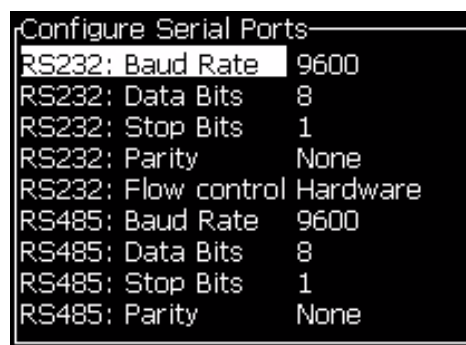

Figura 4-20: Caixa de diálogo Configurar portas seriais
- 2 Selecione a opção *Configuração da porta serial* e pressione a tecla *Enter*. A caixa de diálogo *Configurar portas seriais* aparece (veja Figura 4-20).